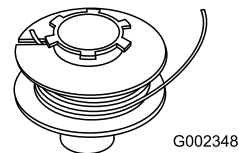

Figura 11
2. Enganche un extremo de la cuerda **al fondo** de la ranura del carrete (Figura 11), **dejando que sobresalga no más de 3 mm.**